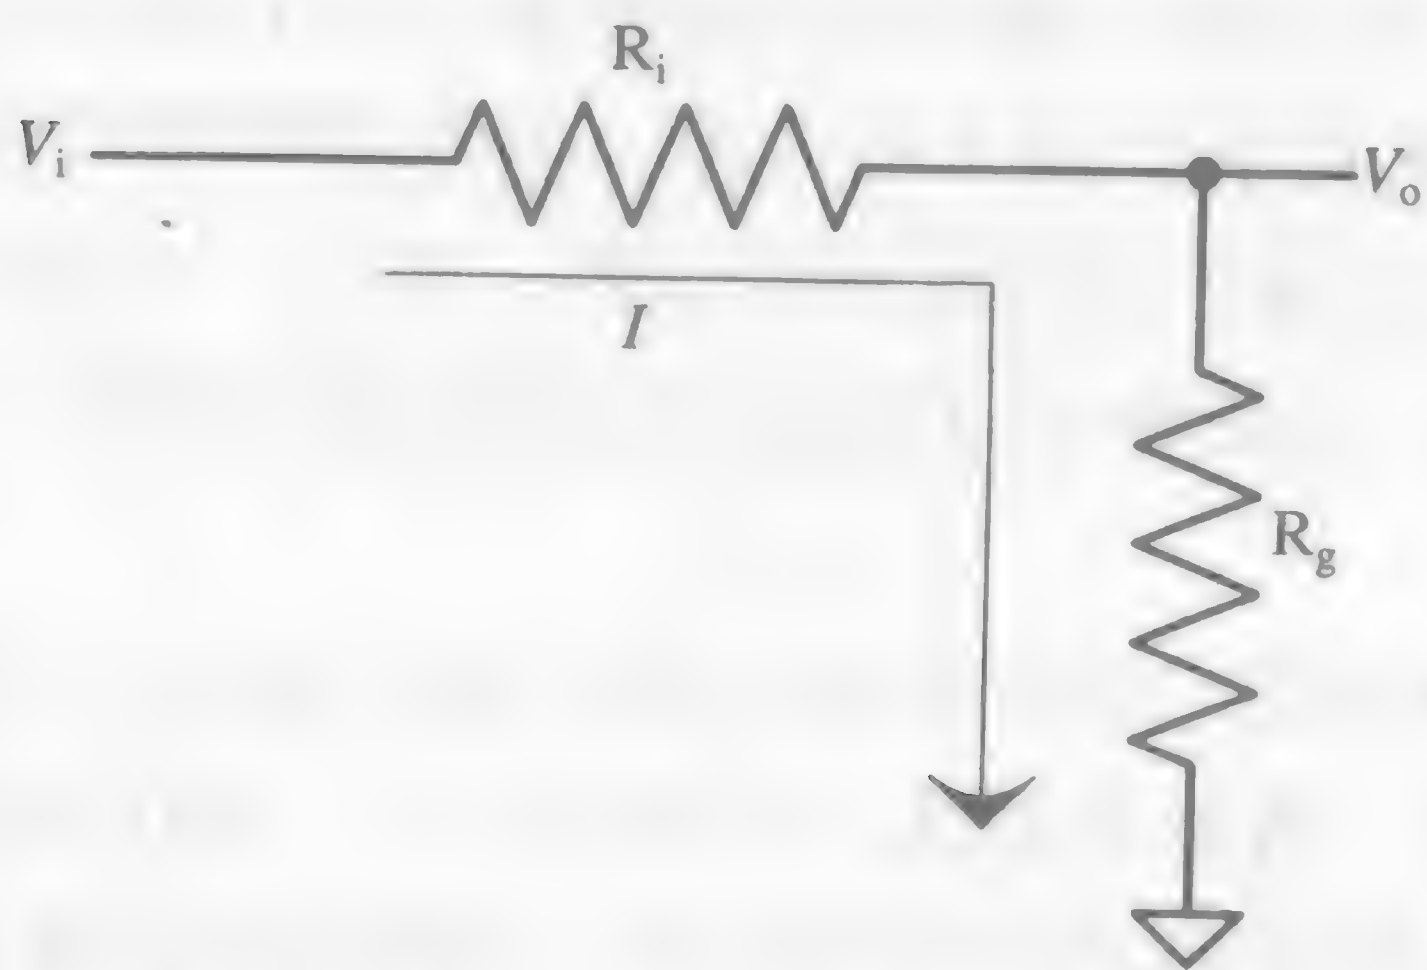

图2-5 输入电压经过分压，输出得到的电压降低了
在大多数情况下，我们看到的是用 R_1 和 R_2 来表示的形式。我把它改成了 R_g （代表接地端的 R ）和 R_i （代表靠近输入端的 R ），以提醒自己哪个是连接到地的，哪个是串联在上方的。如果你接反了，那你得到的输出将是图2-5中 R_i 两端的电压，而不是输出上的电压（图2-5中 R_g 所对应的位置上的电压）。在分析这种电路时，若增益^①看起来不对劲，那有可能是你把两个电阻值交换了位置。